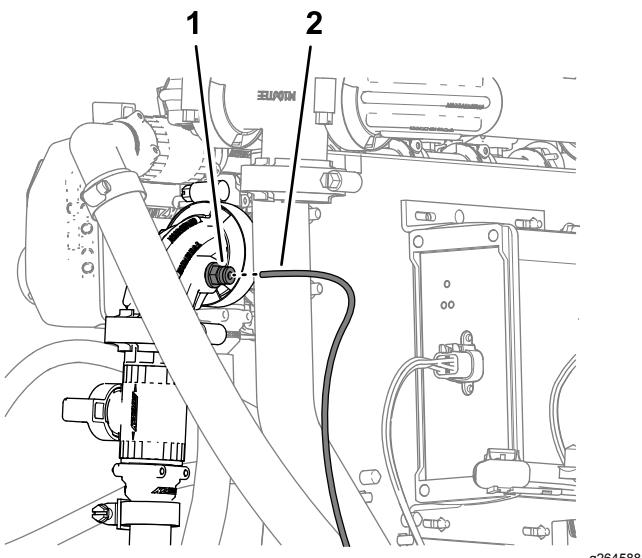

图140
5. 将仪表板内压力计压力传感管塑料的末端与手喷枪杆或电动软管卷套件切断阀的 90° 接头内管子连接器的锁环对齐 图140。
6. 将传感管插入锁环直至管子完全入位 图140。